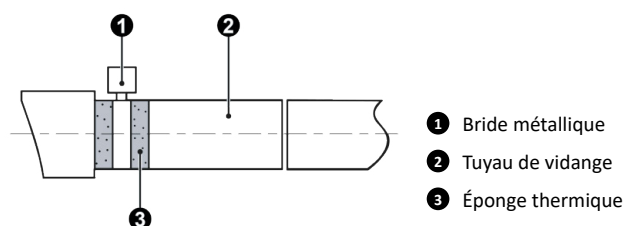

Fig. 4.3.2
- 1 Insérez le tuyau d'évacuation dans le trou d'évacuation et serrez-le avec des rubans, comme illustré à la Fig.4.3.2. Le modèle est fourni avec un tuyau d'évacuation tandis que pour les autres modèles, vous devez vous procurer vous-même le tuyau d'évacuation.